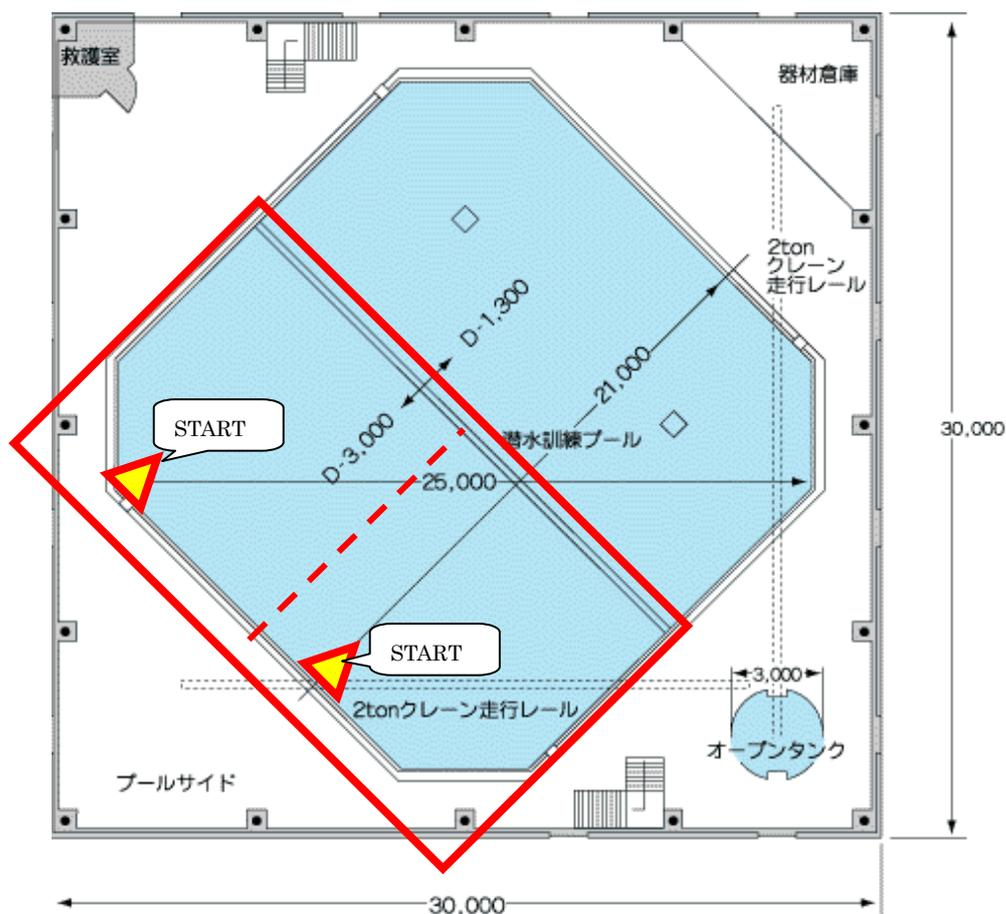

図2 プールの平面図 (長さの単位: mm)
- ・スタート地点は図 2 を参照ください。スタート時のロボットの向きは自由です。